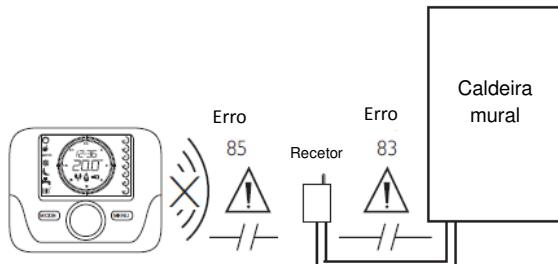

Fig. 13: Códigos de erro de comunicação
9. O erro **E85** indica que o Termóstato ambiente modulante não comunica com o receptor. O Termóstato ambiente modulante pode estar fora de cobertura ou não estar corretamente sincronizado. Verificar a distância entre ambos componentes (Fig. 13) ou realizar o processo de Sincronização Manual. Ver Apartado 6.